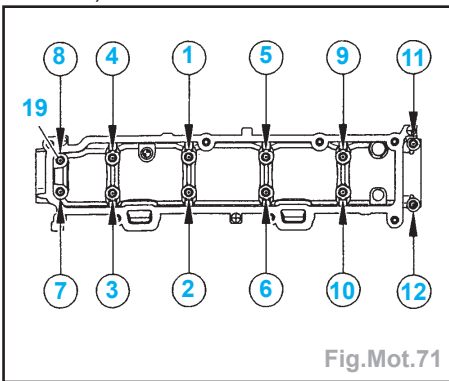
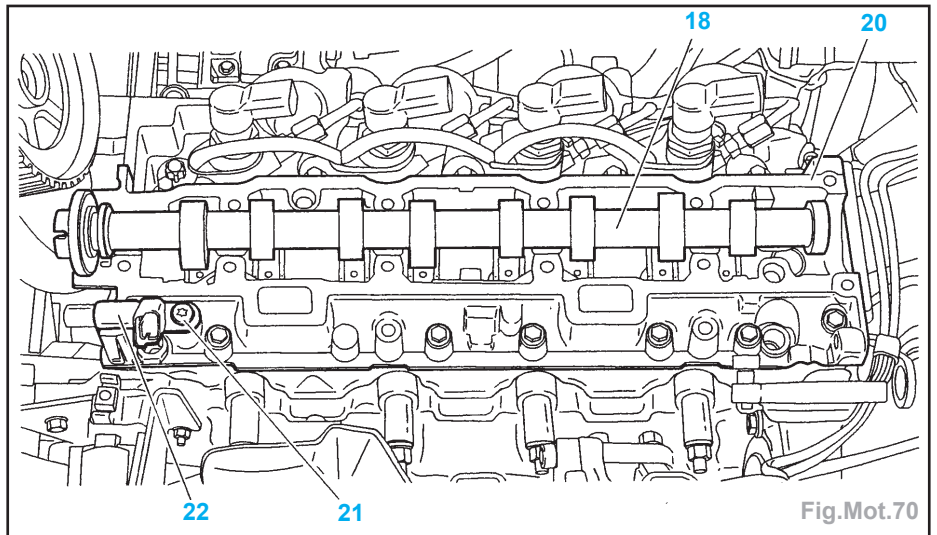

Fig.Mot.71
Fig.Mot.70
- Déposer sur le pourtour du carter chapeaux de paliers (20) du produit d'étanchéité E6 (Fig.Mot.70).
- Positionner l'arbre à cames (18) dans le carter inférieur.
- Visser les 12 vis de fixation (19) (Fig. Mot.71).
- Desserrer la vis (21) (Fig.Mot.70).
- Reculer le capteur position d'arbre à cames (22) à fond de boutonnières.
- Régler l'entrefer (1,2 mm) du capteur de position arbre à cames (22).
- Serrer la vis (21).